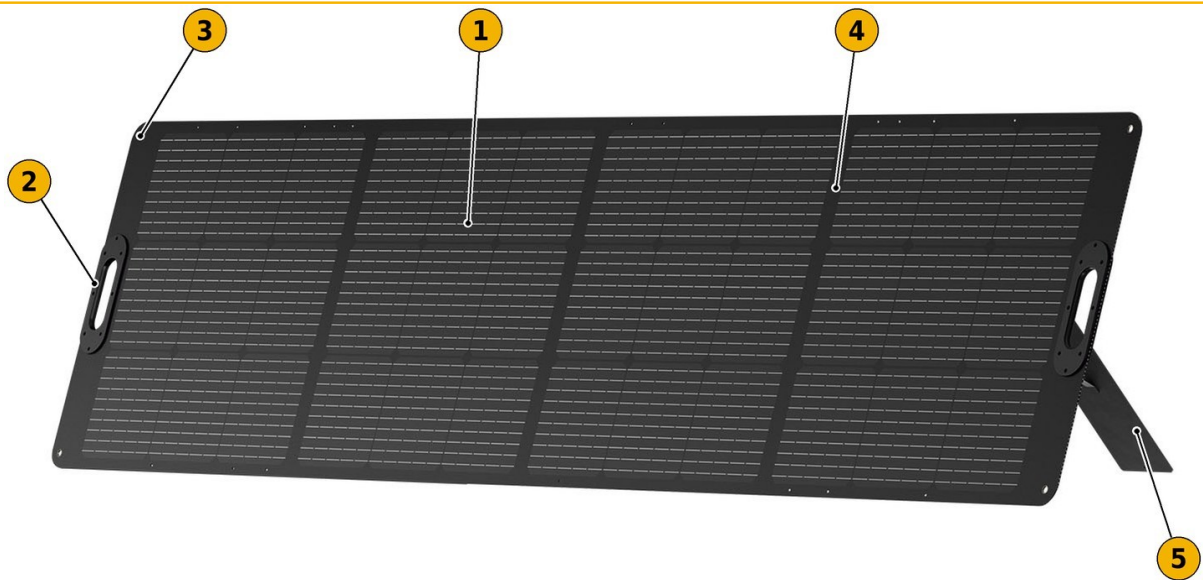

FIG. 1 — Face ativa do painel desdobrado
- 3) Abra o pé de apoio (FIG. 1, 5) e apoie o painel sobre ele com a face ativa orientada para o sol.
- 4) Quando houver risco de vento, fixe o painel pelos orifícios (FIG. 1, 3).